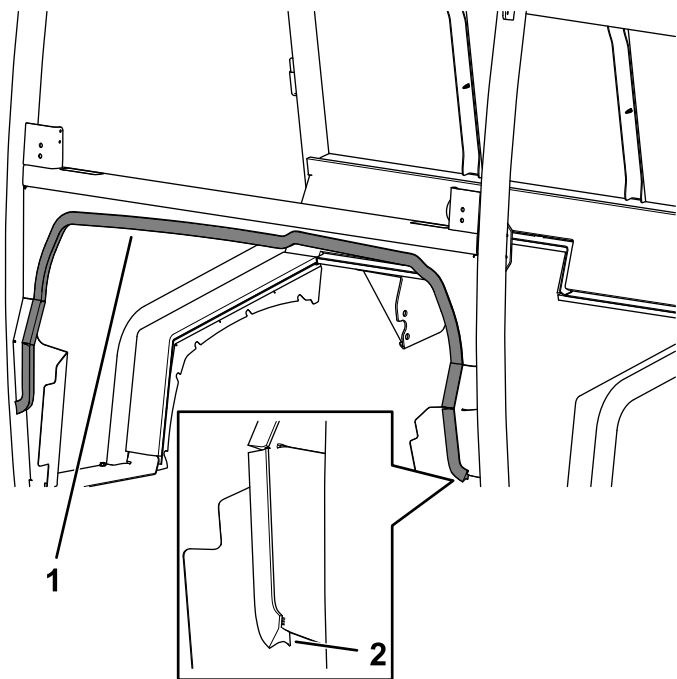

Figura 30
4. Montate la guarnizione inferiore del cruscotto sulla cabina (**Figura 30**).
Accertatevi di montare la guarnizione con il labbro più lungo sul davanti (**Figura 30**).